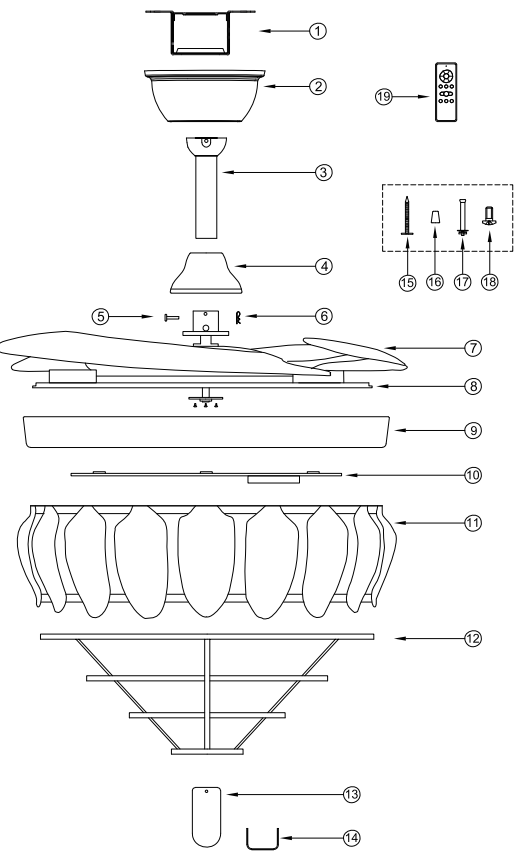

FIGURA 1
- RETIRE EL DOSEL PARA CIELO RASO (NO. 3 - FIGURA 1) AFLAJANDO LOS DOS TORNILLOS CON RANURAS.
1) PASE LA VARILLA VERTICAL A TRAVÉS DEL DOSEL PARA CIELO RASO (NO. 3 - FIGURA 1) Y LA CUBIERTA PARA PERNO Y PASADOR (NO. 6 - FIGURA 1).
3) INSERTE LA VARILLA VERTICAL (NO. 4 - FIGURA 1) EN LA PARTE SUPERIOR DE LA UNIDAD (NO. 8 - FIGURA 1). ALINEE LOS ORIFICIOS DE LA UNIDAD CON LOS ORIFICIOS DE LA VARILLA VERTICAL E INSERTE EL PERNO (NO. 5 - FIGURA 1). LUEGO, INSERTE EL PASADOR (NO. 7 - FIGURA 1) EN EL EXTREMO DEL PERNO.